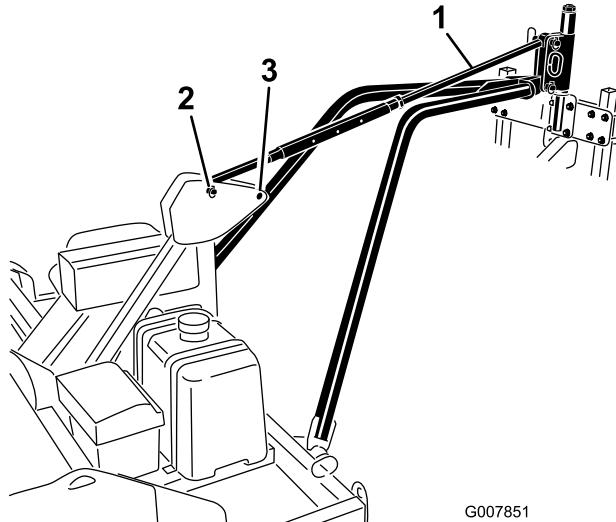

Figura 14
5. Alineie o furo na placa de engate do braço de reboque com os furos inferiores no engate articulado do aerificador (Figura 14). Prenda a placa de engate do braço de reboque com um pino de articulação e pino de sujeição.
estrutura articulada do engate com pinos de articulação e pinos de sujeição (Figura 14).